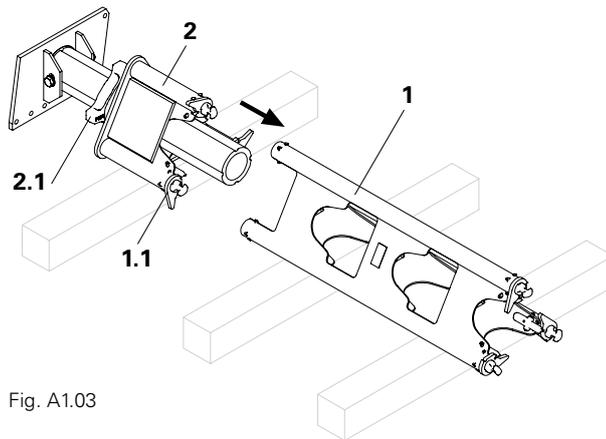

Fig. A1.03
1. Monter le vérin de tête (2) avec les verrous (1.1) sur le segment d'étais (1). (Fig. A1.03)